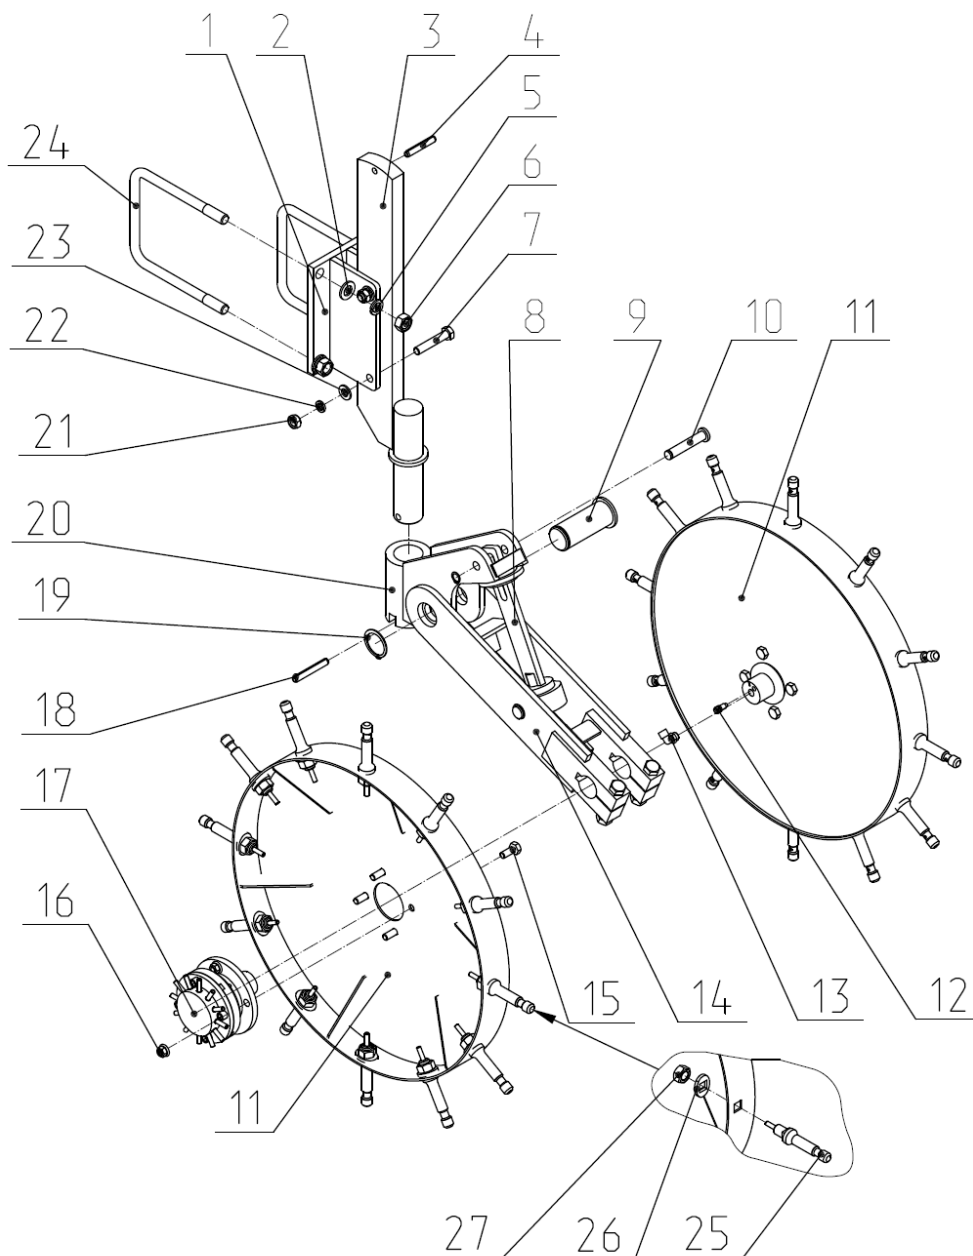
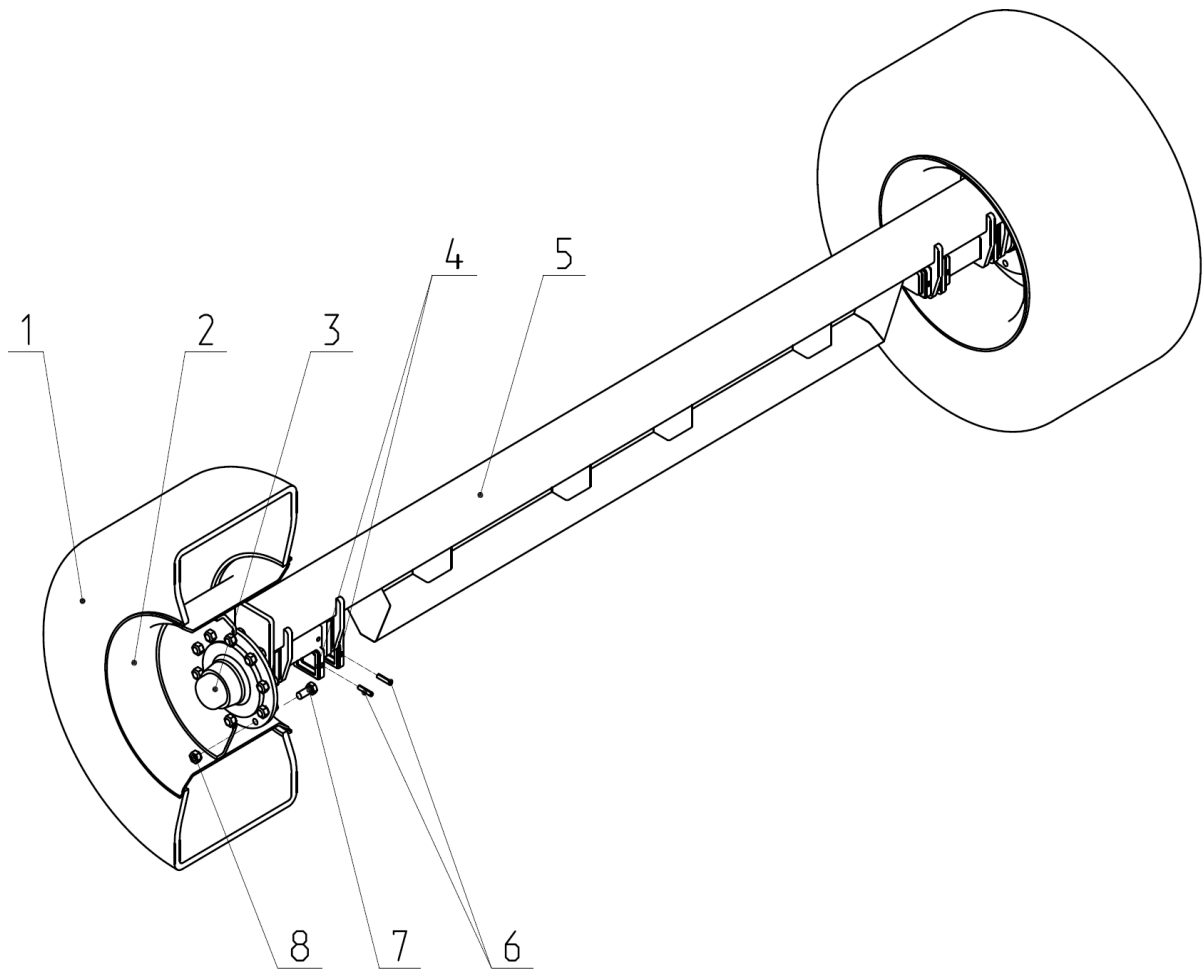

Рис.4 Секция.
Рис.7 Мост в сборе
2.1.4. Секция (рис.4) рабочих органов предназначена для непосредственного внесения удобрений в почву. Секции устанавливаются на носителе, шаг установки 45 см. (рис.7). Секция рабочих органов состоит из двух дисков 11 в которых размещены по двенадцать игл 25. Диски крепятся к штанге 14 ступицей 17. Штанга устанавливается на стойки 3. Стойка устанавливается в кронштейн 1.
2.1.6. Мост (рис. 7) состоит из балки 5, на которой устанавливается ступица 3 и фиксируется шайбами 4 и штифтами 6.